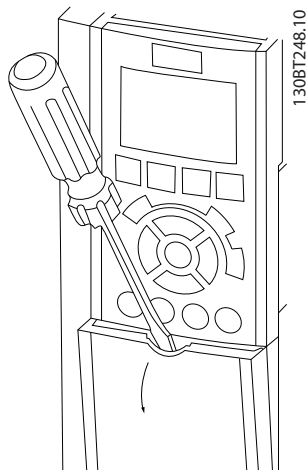

Bild 2.17 Åtkomst till styrkablar för A2-, A3-, B3-, B4-, C3- och C4-kapslingar
- Ta bort skyddsplåten med en skruvmejsel. Se *Bild 2.17*.